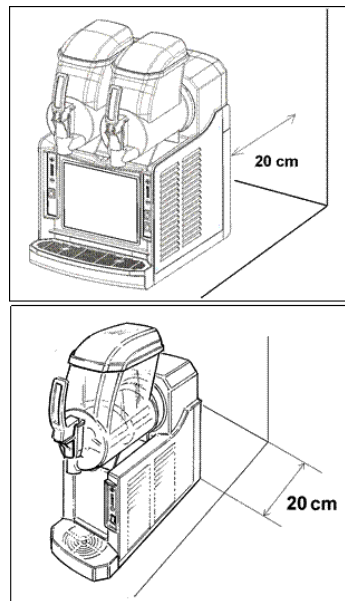

Fig. 19
- b. Accertarsi dell'integrità dell'apparecchiatura. Appoggiare l'apparecchiatura su una superficie orizzontale e solida facendo in modo che sia ben aerata lasciando uno spazio di 20 cm tutto intorno. Evitare di installare l'apparecchiatura vicino a fonti di calore (Fig. 19). Si raccomanda di mantenere la temperatura ambiente di esercizio compresa tra 24 e 32 °C.